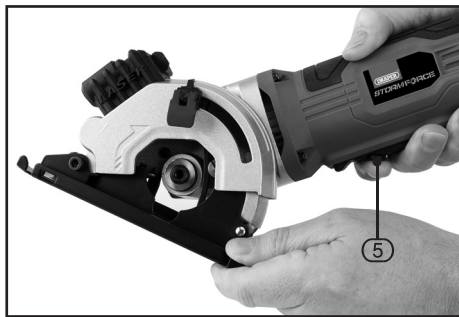

FIG.7
9.2 RELEASING THE PLUNGE STOP - FIG. 7